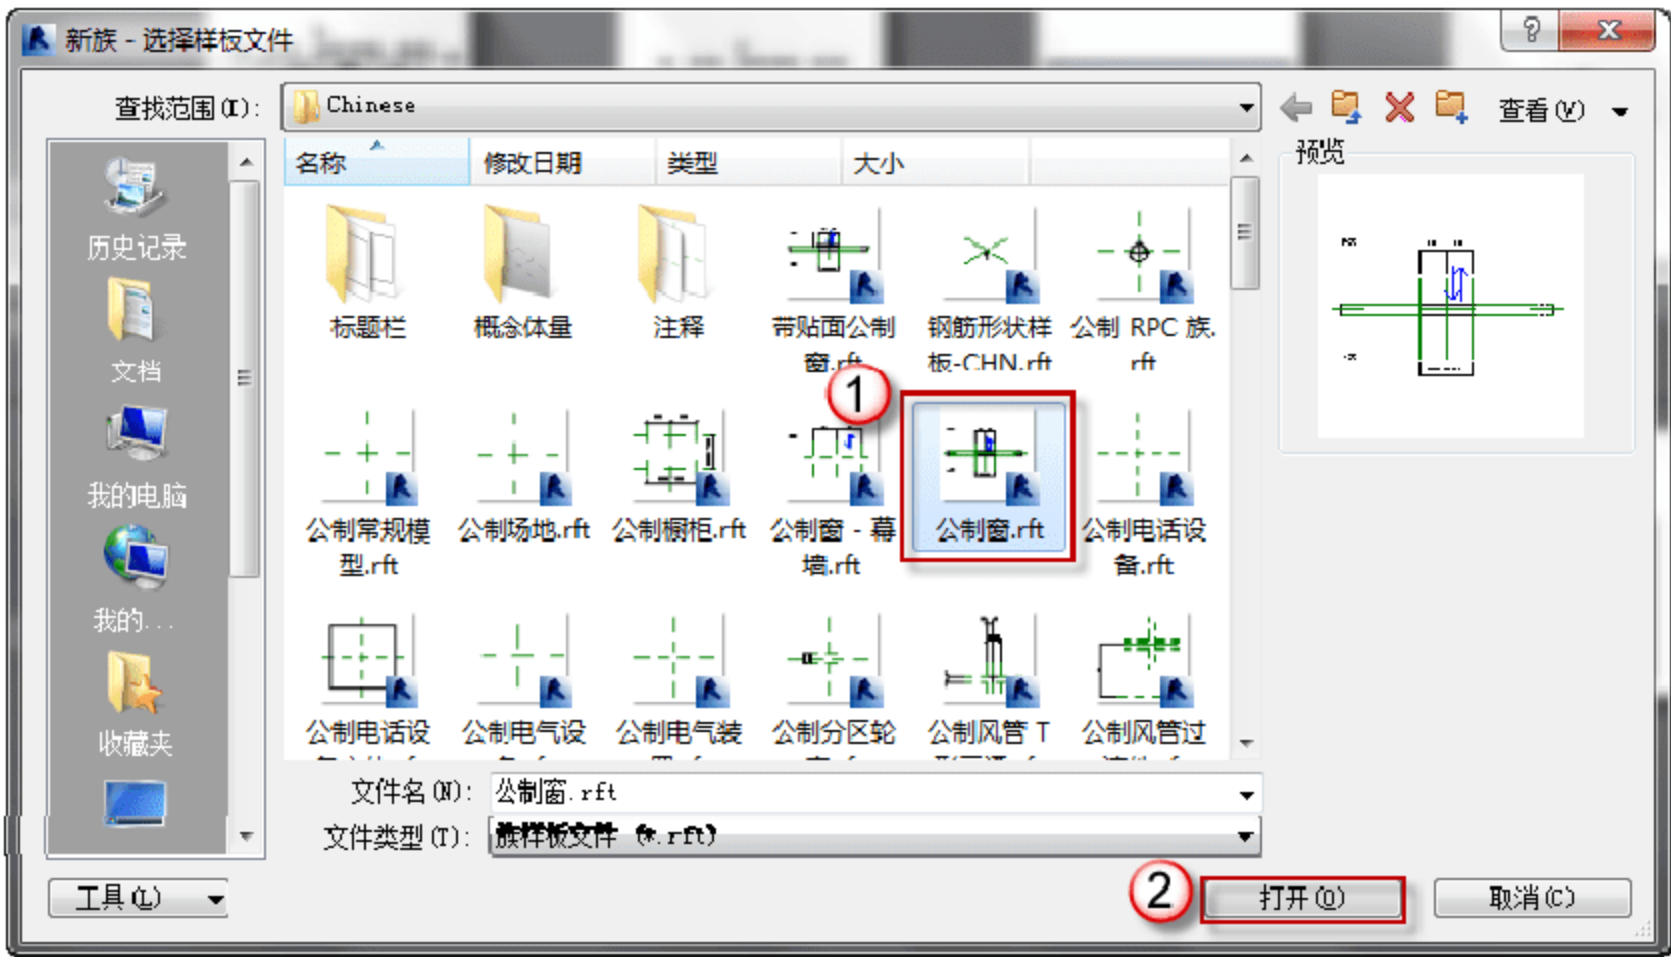

图 7.1.47 “新族-选择样板文件”对话框
(1) 选择“公制窗.rft”族样板。选择“程序”→“新建”→“族”命令，在弹出的“新族-选择样板文件”对话框中选择“公制窗.rft”文件，单击“打开”按钮，进入窗族的设计界面，如图 7.1.47 所示。